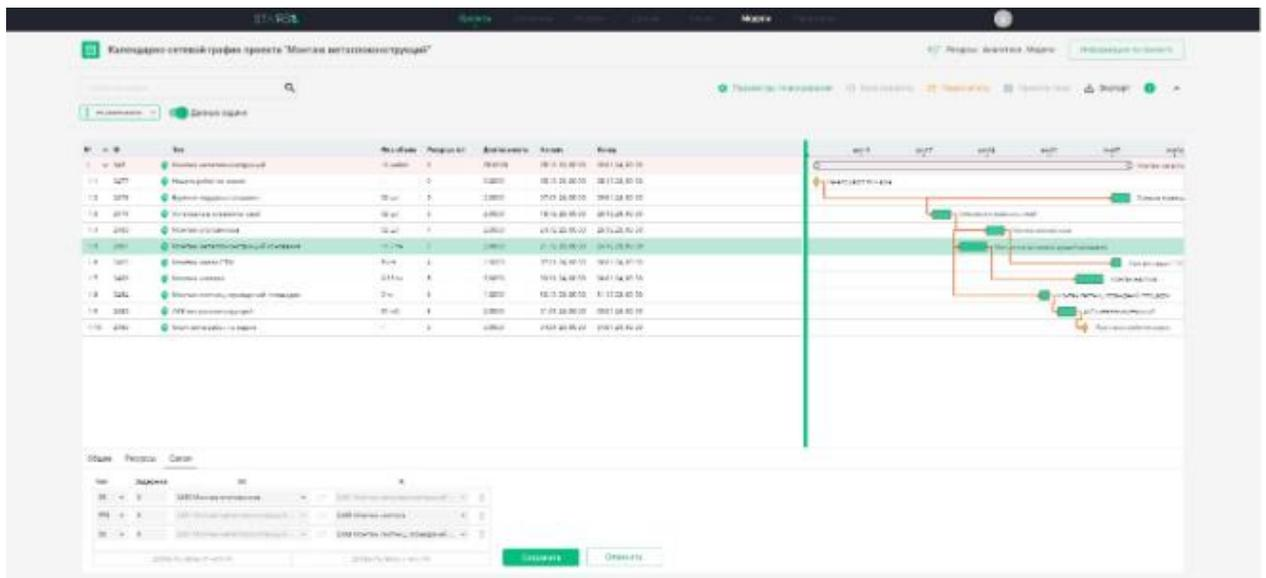

Рисунок 10 – Страница проекта (редактирование связей)
- с. Редактирование связей. Для редактирования связей между работами необходимо выбрать работу, связи которой пользователь хочет изменить и перейти на вкладку «связи» в нижней части интерфейса (рисунок 10).